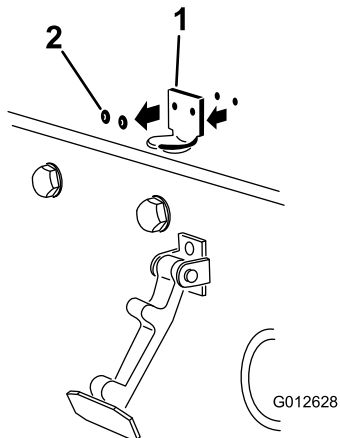

図 5
2. フードラッチブラケットをフードに固定しているリベット (2本) を外す (図 5)。フードからフードラッチブラケットを取り外す。